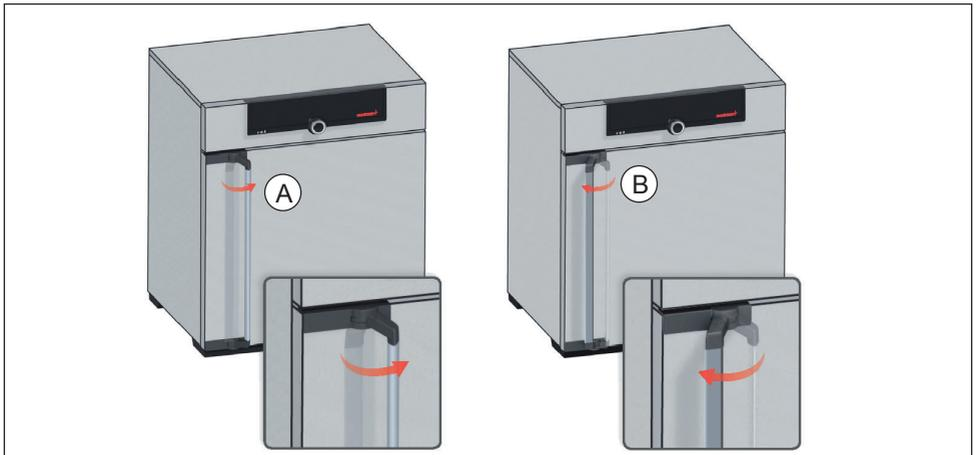

Fig. 15 Apertura y cierre de la puerta
- ▶ Para abrir la puerta, tirar de la manilla hacia un lado (izquierda o derecha, según el modelo de la puerta, Fig. 15, A) y abrir la puerta completamente.
- ▶ Para cerrar la puerta, empujéla hasta el fondo y presione la manilla a un lado (B).